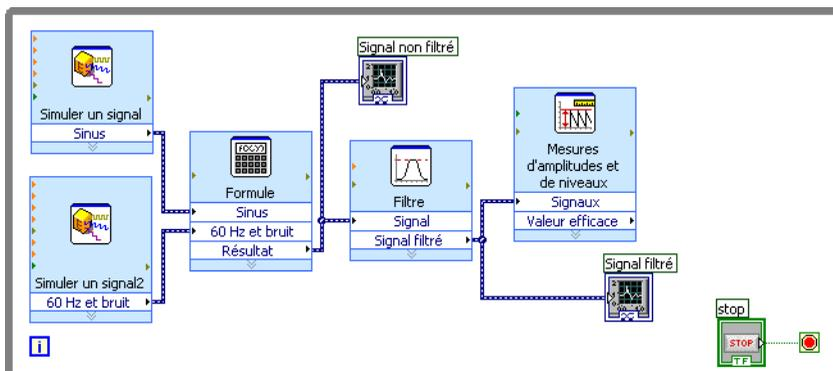

Figure 3-3. Diagramme du VI Analyse
12. Sélectionnez **Fichier»Enregistrer**. Le diagramme du VI Analyse devrait ressembler à la figure 3-3.